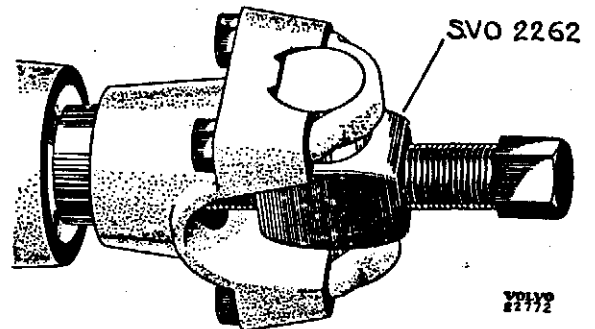
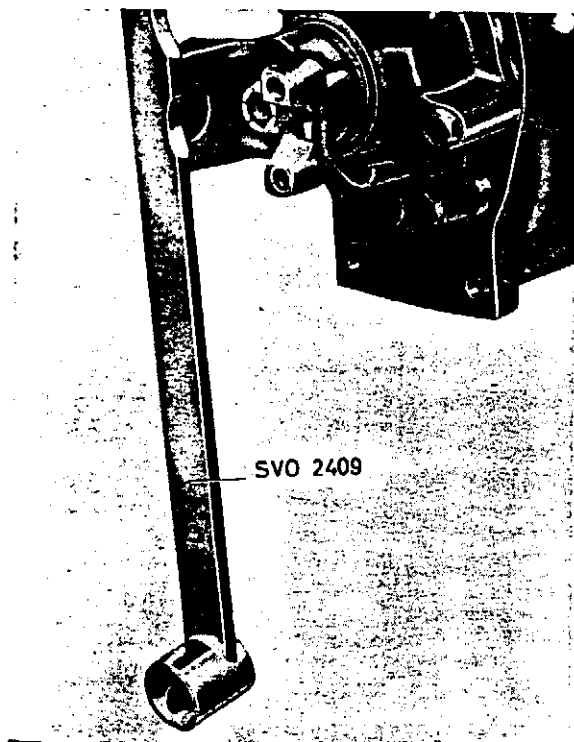

Abb. 15 Ausbau des Mitnehmers
Abb. 14 Gegenhalter für Mitnehmer
2. Muttern des Mitnehmers lösen. Dabei den Schlüssel SVO 2409 als Gegenhalter anwenden, siehe Abb. 14. Mitnehmer abziehen, Abziehvorrichtung SVO 2261 für runde und SVO 2262 für übrige Mitnehmer anwenden, siehe Abb. 15.
Mutter des Mitnehmers lösen, und zwar mit Werkzeug SVO 2409 als Gegenhalter, siehe Abb. 14. Mitnehmer abziehen. Dabei Abziehvorrichtung SVO 2261 für runde und SVO 2262 für übrige Mitnehmer anwenden, siehe Abb. 15. Schaltmuffe für 1. Gang und Rückwärtsgang nach vorn schieben. Welle in eine Presse setzen, und unteren Deckel unterstützen. Welle mit einem Dorn herauspressen, siehe Abb. 26.